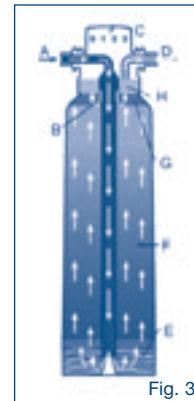

Fig. 3
L'acqua del rubinetto (A) scorre verso la cartuccia filtrante (Fig. 3). Nella sezione (E) le particelle vengono rimosse tramite un prefiltrato e grazie al carbone attivo vengono eliminati odori e sostanze sgradevoli, come ad esempio il cloro. In seguito, l'acqua viene decarbonizzata (F) tramite lo scambiatore di ioni, lavorata con il carbone attivo (G) e infine filtrata (H).